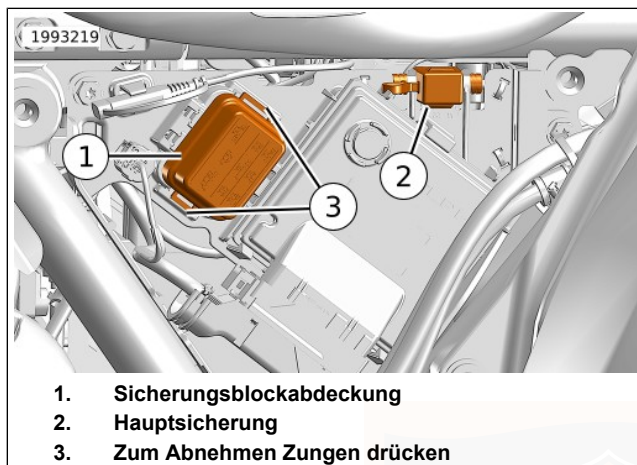

Abbildung 145. Sicherungsblock (unter der linken Seitenabdeckung)
- d. Die Hauptsicherung (2) ausbauen. Siehe Abbildung 145.
12. Die Vorderseite der oberen Elektriktafel nach unten drücken, bis die Verriegelung (5) einrastet.
13. Die Steckverbinder (2) für die beheizte Ausrüstungen in den Haltern an der oberen Elektrihtafel anbringen.
14. Den Steckverbinder (4) des hinteren Beleuchtungskabelbaums anschließen.
15. Siehe Abbildung 145. Die Hauptsicherung (2) einbauen.
Siehe Abbildung 145. Eine 60 A -Hauptsicherung (2) befindet sich in der Nähe des Sicherungsblocks. Durch Entfernen der Hauptsicherung wird die Stromversorgung aller Systeme außer dem Anlasser-/Magnetschalter und dem Rückfahrmotor-Stromkreis (einschließlich Überlastschalter) unterbrochen.
Siehe Abbildung 145. Sicherungen befinden sich unter der linken Seitenabdeckung.